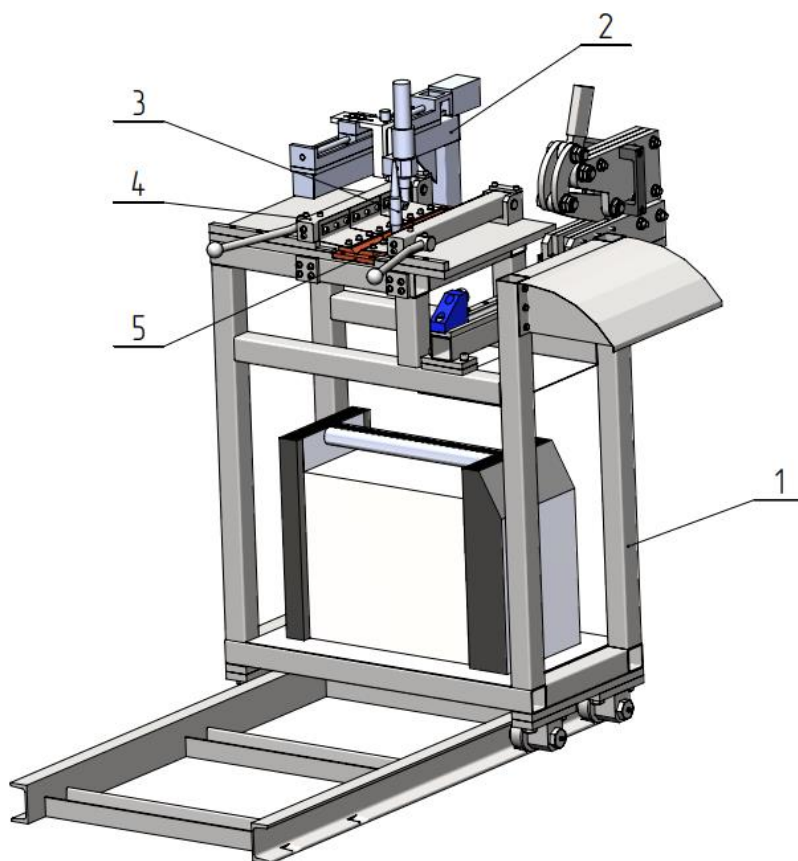

Рис. 2. Общий вид сварочного узла ЛА100-04.11.00.000М
3.2. Устройство сварочное состоит из следующих составных частей (см. рис. 2):